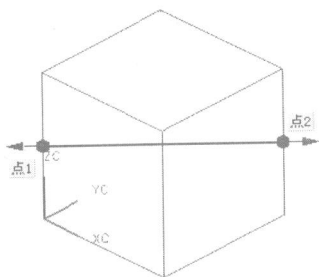

图1-4
3. 在【曲线】工具条中单击【直线】按钮，绘制如图 1-4 所示的线段。